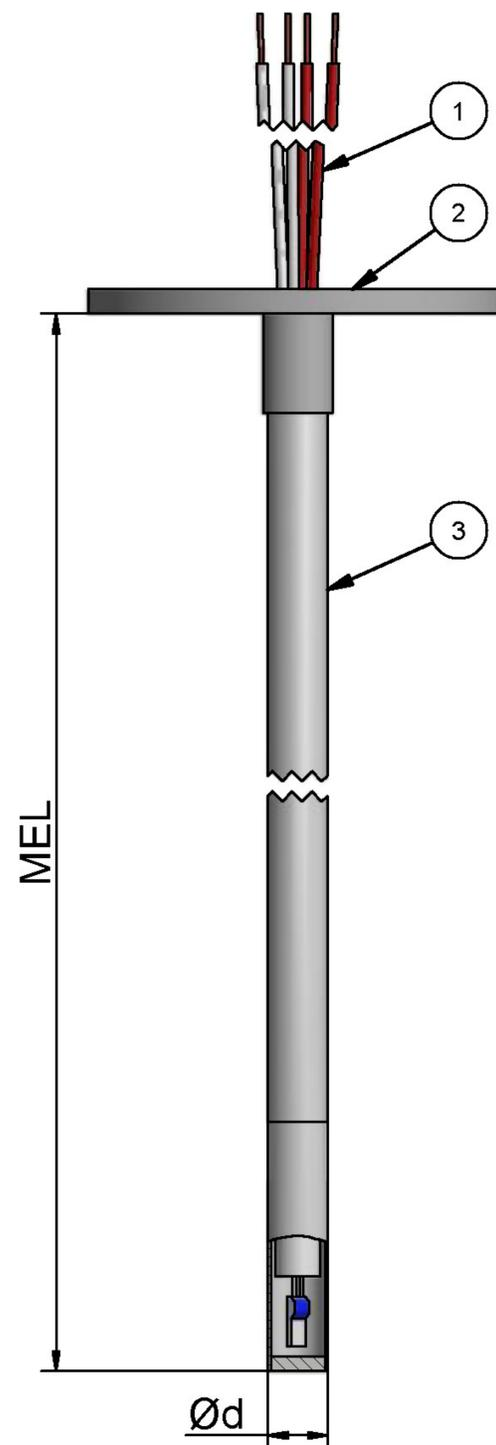

fig. 1
Temperaturfühler der Reckmann GmbH (R58®) dienen ausschließlich zum Messen von Prozesstemperaturen in festen, flüssigen oder gasförmigen Medien. Der auswechselbare Messeinsatz (fig. 1) ist sozusagen der Träger des Sensorelements unserer Thermometer der Bauform R15. Der Messeinsatz mit freien Enden (fig 1) ist vorbereitet für die Montage eines Messumformers anstelle des Anschlusssockel.
- **Messeinsatz** (fig. 1) gemäß oder ähnlich DIN 43735
- **Mantelmaterial** (fig.1/7) Ausführung nach IEC / EN 61515.